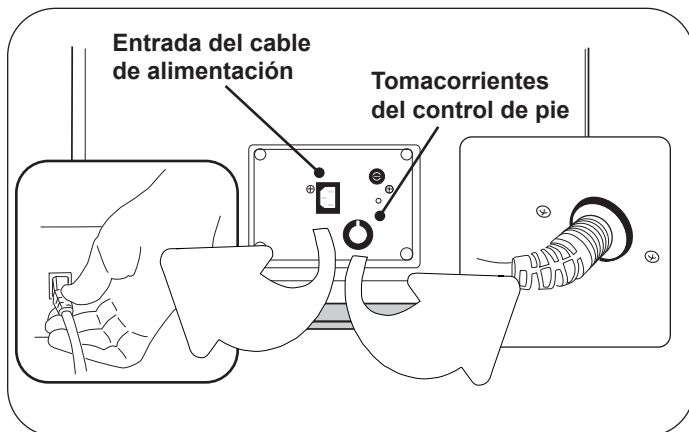

Figura 8. Conexiones del cable de alimentación y el control de pie
10. Inserte el cable del control de pie en el tomacorriente en la parte inferior del panel trasero (Figura 8). Asegúrese de que la lengüeta del enchufe esté alineada con la ranura del tomacorriente.
11. Enchufe el cable de alimentación en el tomacorriente en la parte inferior del panel trasero (Figura 8). Enchufe el cable de alimentación en un tomacorriente de 115 V o 230 V, dependiendo de la configuración.